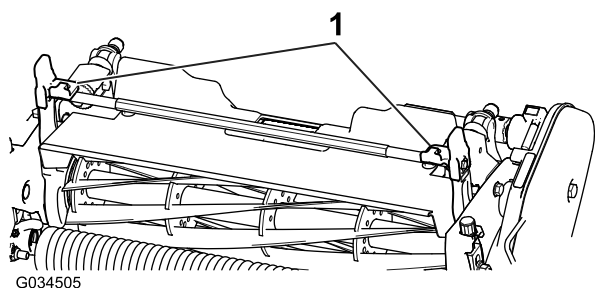
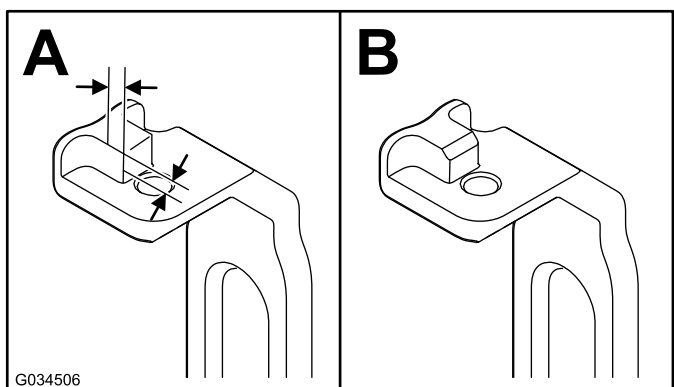

Figura 3
Figura 4
2. Su entrambi i bracci orientabili (Figura 3) misurate 2,3 mm sulle alette e limate l'angolo come illustrato nella Figura 4.